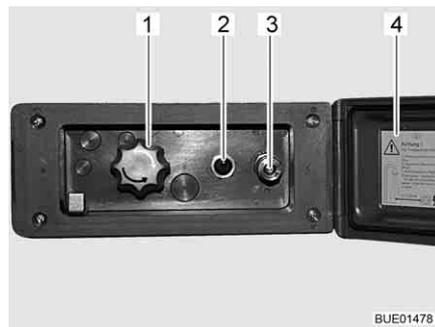

Bild 110 Duschanschluss außen
- Deckel (Bild 110,4) entriegeln und öffnen.
- Schlauch der Außendusche am Schnellverschluss (Bild 110,3) anschließen.
- Wasserpumpe mit Schalter (Bild 110,2) einschalten.
- Wassertemperatur mit Drehknopf (Bild 110,1) nach Wunsch einstellen.
- Wasserpumpe mit Schalter (Bild 110,2) ausschalten.
- Deckel (Bild 110,4) schließen und mit Schlüssel verriegeln.
- Drehknopf (Bild 110,1) auf Mittelstellung stellen.